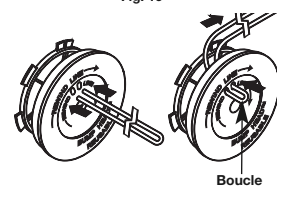

Fig. 17
La coupe décorative consiste à débayer la végétation autour des arbres, des bornes, des clôtures, etc. Tournez entièrement l'appareil de manière à ce que l'accessoire de coupe soit à un angle de 30° par rapport au sol (Fig. 17).
7. Enroulez les fils en couches uniformes serrées sur le moulinet (Fig. 17). Enroulez le fil dans le sens indiqué sur le moulinet intérieur. Placez votre index entre les deux fils pour les empêcher de se superposer. Ne superposez pas les extrémités du fil. Passez à l'étape 11.